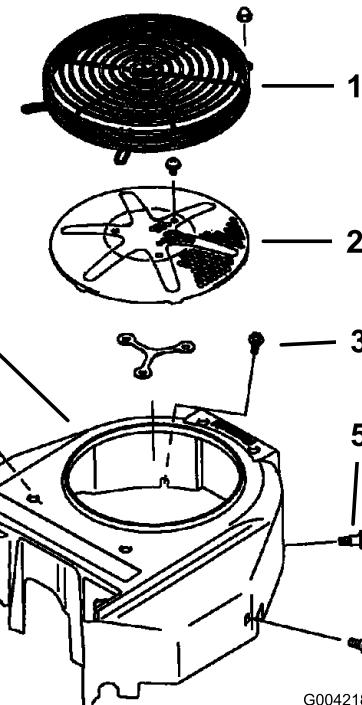

Figure 73
Avant chaque utilisation, enlevez l'herbe, les saletés et autres débris éventuellement accumulés sur la grille du moteur. Cela permet d'assurer un refroidissement et un régime moteur corrects, et réduit les risques de surchauffe et de dommages mécaniques du moteur (Figure 73).
3. Retirez la grille d'entrée d'air, le lanceur et le carter du ventilateur (Figure 73).
5. Reposez la grille d'entrée d'air, le lanceur et le carter du ventilateur (Figure 73).